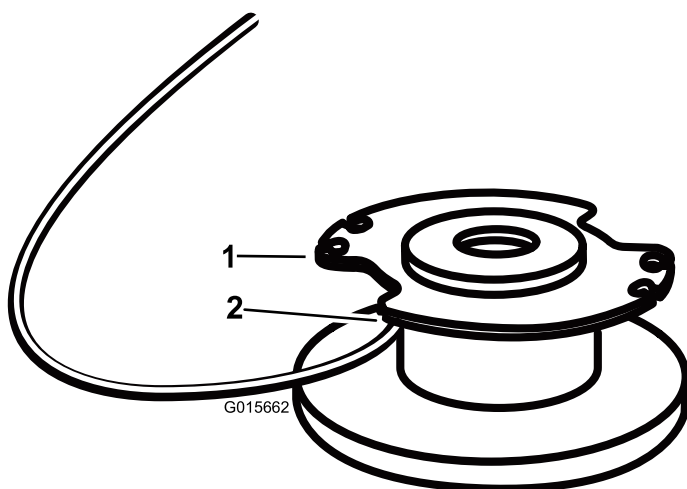

Figure 14
- Insérez le fil dans le trou d'ancrage en haut de la bobine (Figure 14). Enroulez le fil sur la bobine dans la direction indiquée par les flèches sur la bobine.